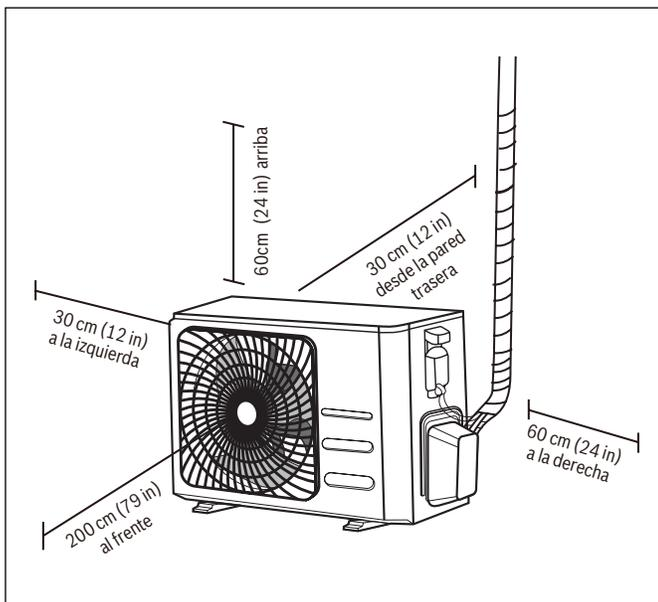

Figura 19
- Cumple con todos los requisitos mínimos de espacio que se muestran en Requisitos del espacio de instalación (Figura 19)